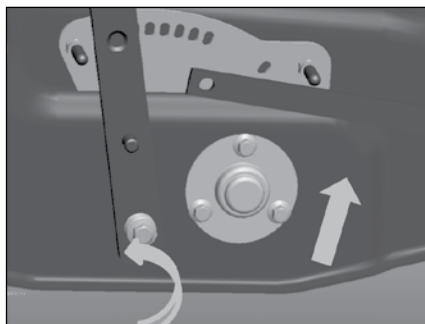

Рис. 12
3. Расположите рычаги согласно рис. 12, освободив доступ к винтам крепления колпака.